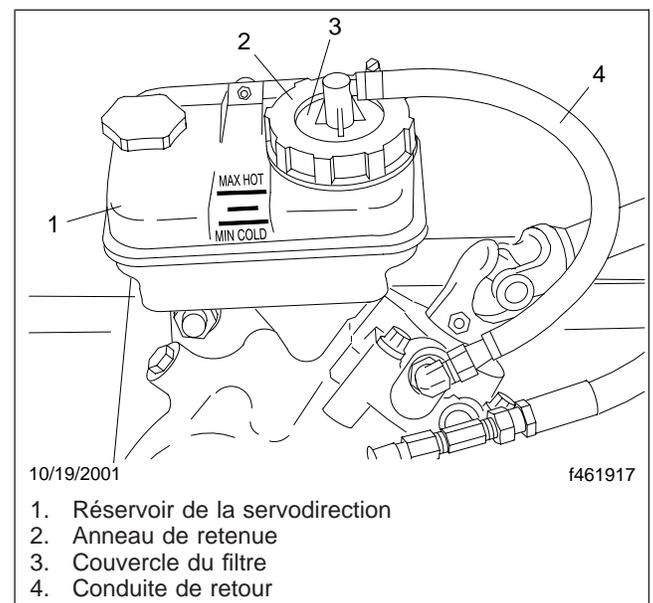

Fig. 1, Réservoir de la servodirection
3. Retirez l'anneau de retenue du réservoir. Voir la **figure 1**.
HOT. Voir la **figure 1**. Reportez-vous au **tableau 1** pour les liquides de servodirection approuvés.